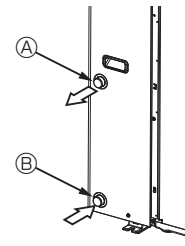

Fig. 4-1
### 4.1. Vannrørtilkobling (Fig. 4-1)
- Inngangs- og utgangsrørposisjon vises på Fig. 4-1.
[Fig. 4-1]